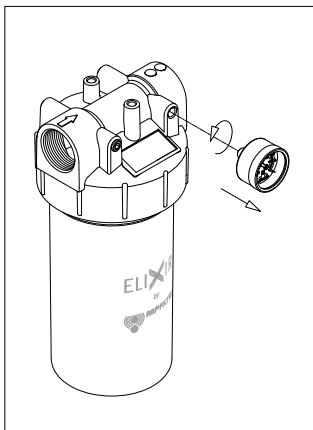

fig. 7
- (Fig. 7) Svitare l'indicatore (o il tappo) sulla linea IN (ritorno). Il flusso è indicato da una freccia presente sulla testata